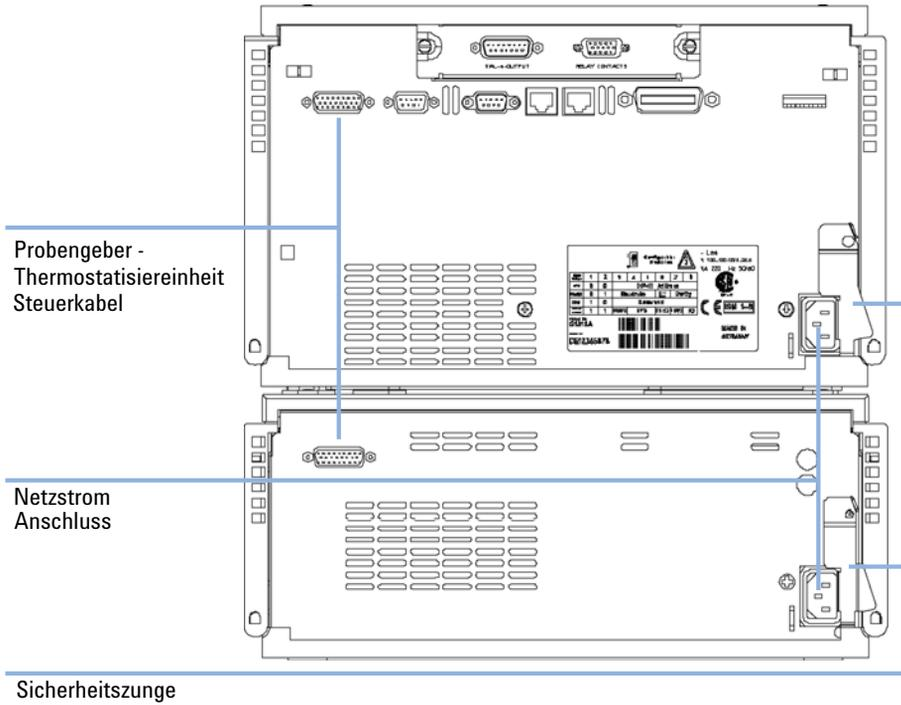

Abbildung 10 Netzanschlüsse und Sicherheitsriegel an der Rückseite des thermostatisierbaren Probengebers
- 2 Schließen Sie das Kabel zwischen Probengeber und Thermostatisiereinheit gemäß Abbildung 10 auf Seite 29 an.
- 3 Schieben Sie die Sicherheitszunge an der Rückseite beider Module nach rechts (siehe Abbildung 10 auf Seite 29).